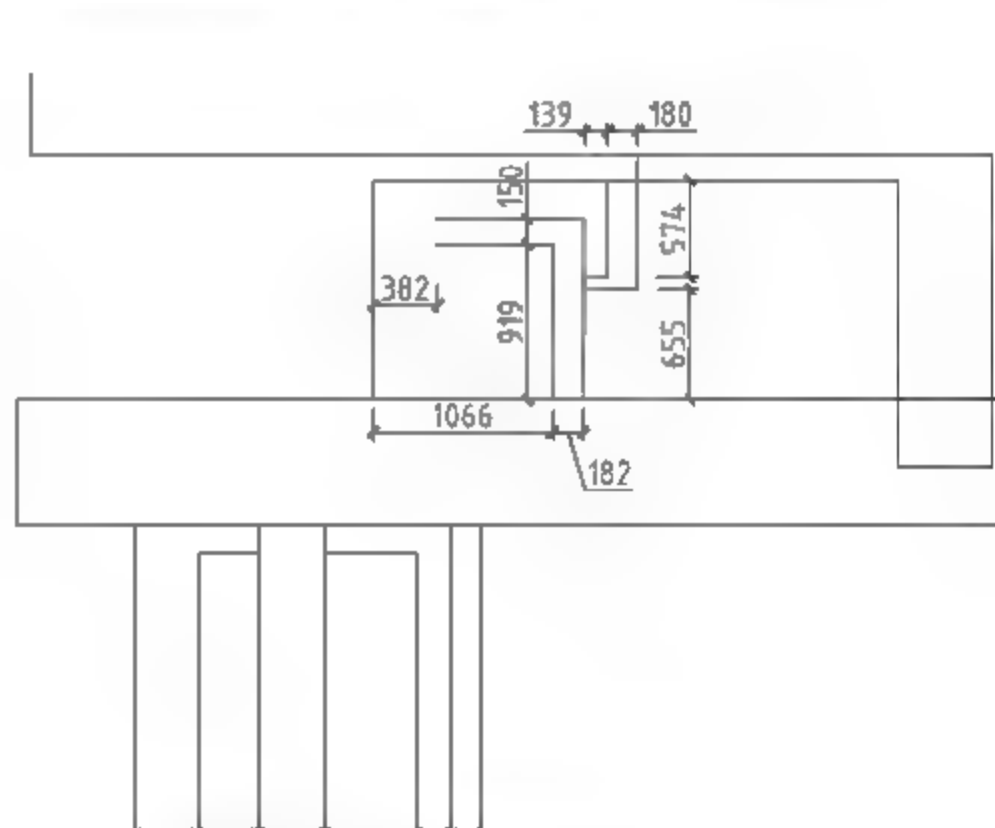

图10-9 修剪图形
- 06** 调用O【偏移】命令、TR【修剪】命令，向内偏移并修剪线段，操作结果如图10-9所示。